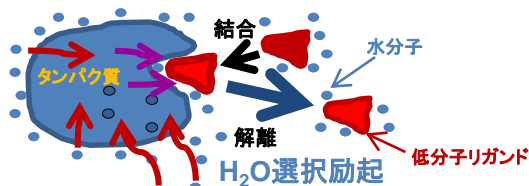

図1 WaterLOGSY法 (水分子を選択的に励起)
- WaterLOGSY法の測定手法を図1に、応用例を図2に示します。相互作用しているリガンドのシグナルは上向きに、していないリガンド分子のシグナルは下向きに現れます。